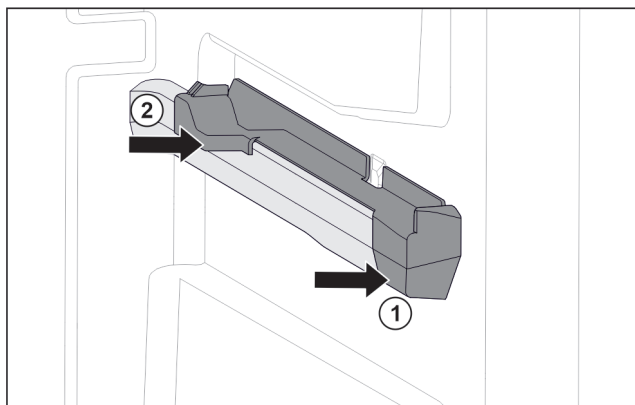

Fig. 76 Pieza de acoplamiento en la nervadura para recipientes derecha
- Coloque la pieza de acoplamiento delante en la nervadura para recipientes. Fig. 76 (1)
- Presione la pieza de acoplamiento por detrás. Fig. 76 (2)